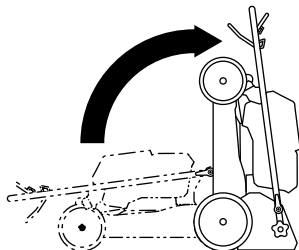

Figura 16
5. Levante la parte delantera de la máquina con el manillar y llévela al lugar de almacenamiento (Figura 16).